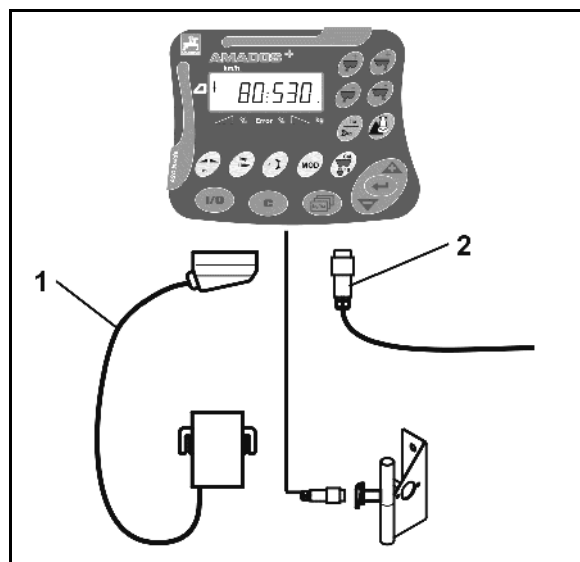

図 2
1. トラクターで取り付けられた / 牽引された機械は機械プラグ (図 2/1) を通じて接続します。
2. トラクター信号ソケットの信号ケーブルまたはセンサー X (図 2/2) を **AMADOS⁺** に接続します。